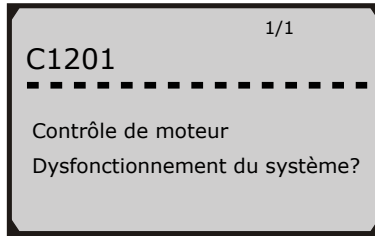

Figure 4.3
3) Examiner les données sélectionnées sur l'écran. (Figure 4.3)